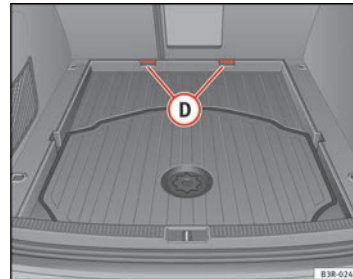

Abb. 123 Vergrößerter Ladeboden ▶
- Ziehen Sie den kompletten Ladeboden aus den Halterungen **(D)** ⇒ Abb. 123 in Richtung Fahrzeugheck.